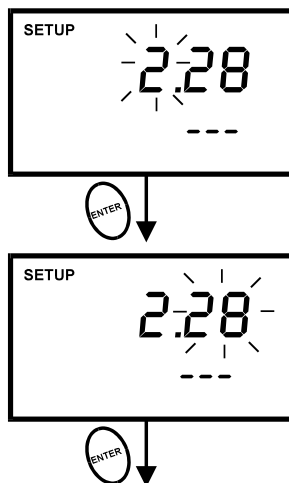

図 31 -P5.0: 月と日付の設定
9. 月を確認し、「日付」に移動するために ENTER キーを押してください。「日付」の数字が点滅します。図 31 (次ページ) を参照ください。